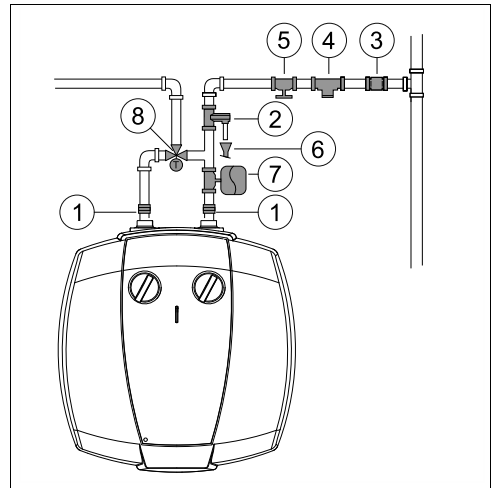

Fig. 11 Toma de agua
- Cerrar la válvula de cierre de agua (→ fig. 11, [4]).
- ▶ instalar una válvula de reducción de presión (Fig. 11, [4]). La válvula diferencial se activará siempre que la presión del agua en el aparato sea superior a 8 bar ($\pm 0,5$ bar), en este caso deberá existir la posibilidad de desviar el agua.
- ▶ instalar un vaso de expansión (Fig. 11, [7]) para evitar que la válvula diferencial se abra con tanta frecuencia. El volumen del vaso de expansión debe ser equivalente al 5% del volumen del dispositivo.